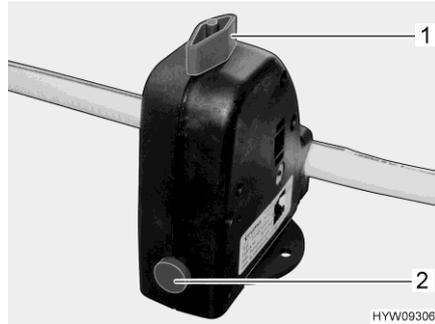

Fig. 171 Valvola di sicurezza/di scarico (boiler)
Il boiler è dotato di una valvola di sicurezza/di scarico (Fig. 171). La valvola di sicurezza/di scarico impedisce che l'acqua congeli nel boiler in presenza di basse temperature esterne, quando il riscaldamento non è acceso.
- Chiudere la valvola di sicurezza/di scarico. A tal fine ruotare la manopola (Fig. 171,1) verticalmente rispetto alla valvola di sicurezza/di scarico e premere verso l'interno il bottone automatico (Fig. 171,2).
- Aprire la valvola di sicurezza/di scarico. A tal fine ruotare la manopola (Fig. 171,1) nel senso della lunghezza della valvola di sicurezza/di scarico. Il bottone automatico (Fig. 171,2) scatta all'infuori. Il boiler viene svuotato verso l'esterno tramite la valvola di sicurezza/di scarico.